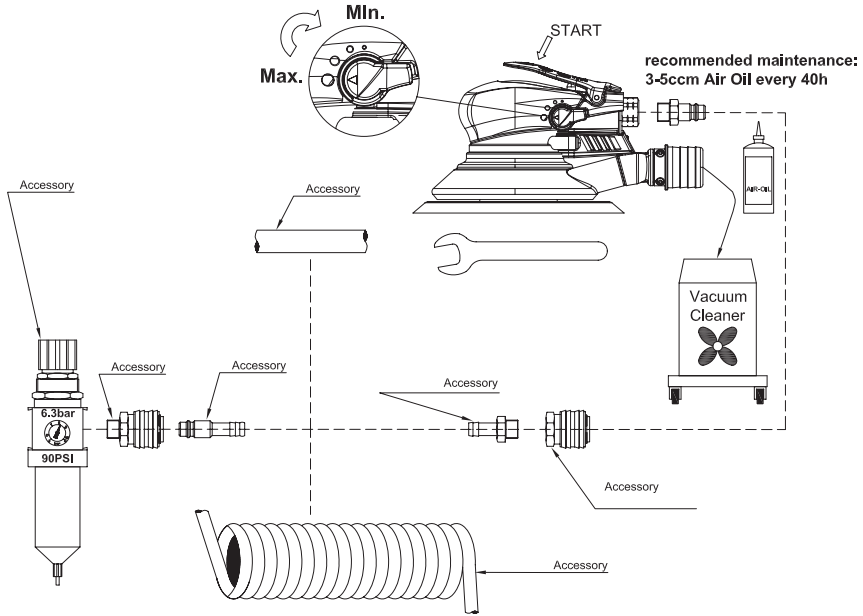

Fig. 01:
- Das Gerät laut Abb. 01 anschließen.
- Vor Inbetriebnahme immer auf die Position des Drehzahlschalters (3) achten, um unabsichtliche Drehzahlauswahl zu vermeiden.